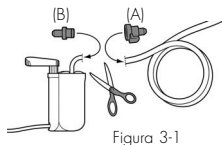

Figura 3-1
2. Coloque a inserção da união rápida branca (B) à parte "curta" do tubo. Coloque o corpo da união rápida branca (A) à parte "comprida" do tubo cortado. Ligue ambos. (Figura 3-1)